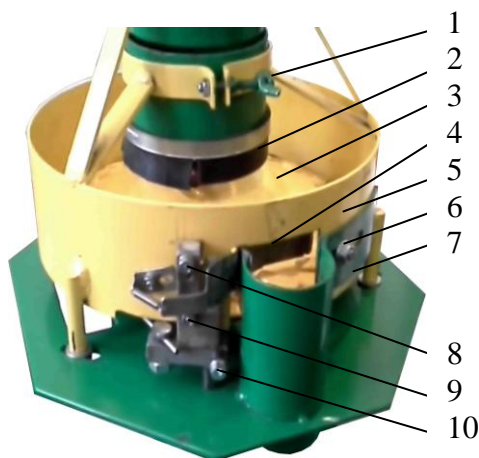

Рис. 5 – Основные регулировки высадкопосадочного аппарата
2. В зависимости от размеров посадочного материала отрегулируйте высадкопосадочный аппарат сеялки по следующей схеме (рис. 5):